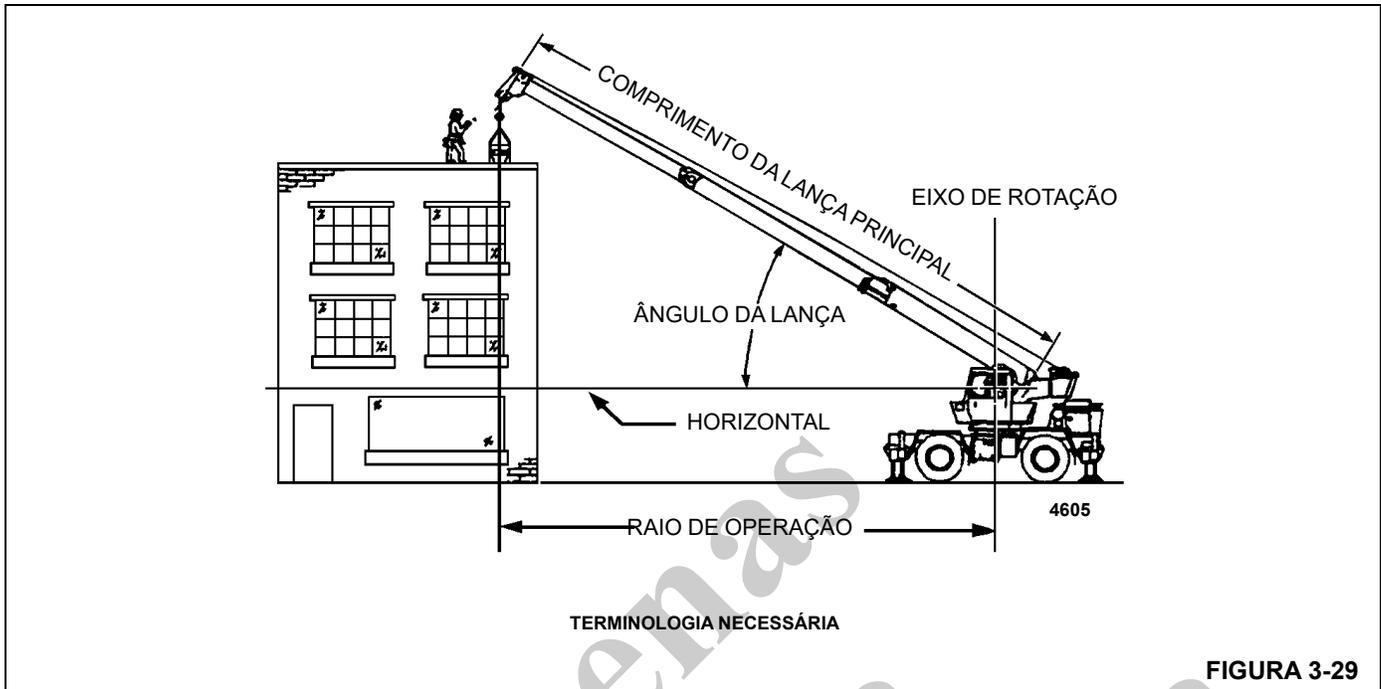

FIGURA 3-29
**NOTA:** Consulte a Figura 3-29 para os termos que devem ser conhecidos na determinação das capacidades de elevação.